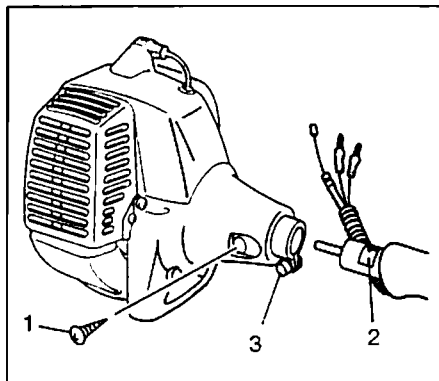

Fig. 1-1
#### (En) Drive shaft to engine (Fig. 1-1)
#### (Fr) Arbre de transmission du moteur (Fig. 1-1)
**(Sp) Árbol de transmisión del motor (Fig. 1-1)**